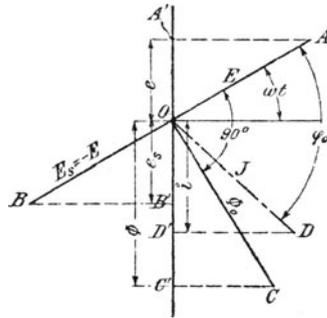

Fig. 130.
Stellt man e und Φ als die Projektionen von Vektorgrößen dar, so ergibt sich das in Fig. 130 dargestellte Diagramm, aus dem das Gesetz (29) folgt:
Dreht man in Fig. 130 den Vektor Φ_0 vertikal nach unten, so ist in diesem Augenblick $\Phi = \Phi_0$, während der Strom, der diese Kraftlinienzahl erzeugt, den Wert $OF = J \cos(90 - \varphi_0) = J \sin \varphi_0$ besitzt (Fig. 131).